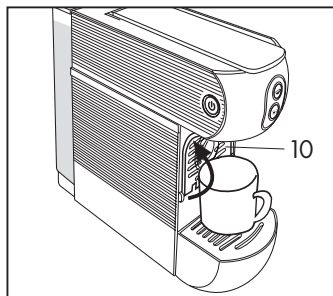

Fig. 5
- Compruebe que no hayan cápsulas en el interior y encienda la máquina accionando el interruptor principal (11)
- Cierre el soporte taza pequeña (10) y coloque una taza grande vacía debajo de la boquilla dispensadora (4). **(Fig. 5)**
Abra el soporte (10) para preparar correctamente un café expreso y para utilizar las tazas pequeñas **(Fig. 7)**. Para el uso de tazas grandes, cierre el soporte (10) y coloque la taza directamente en la rejilla recogegotas (5). **(Fig. 5)**